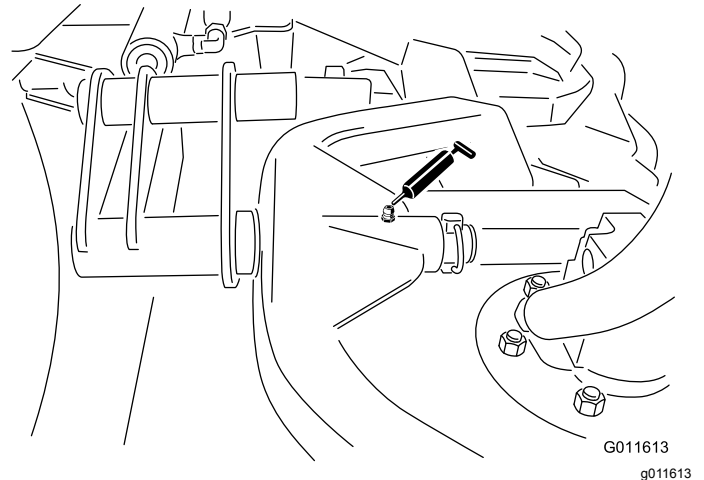

Figura 62
- Pivote del bastidor de tiro de la unidad de corte (1 en cada)—Figura 62